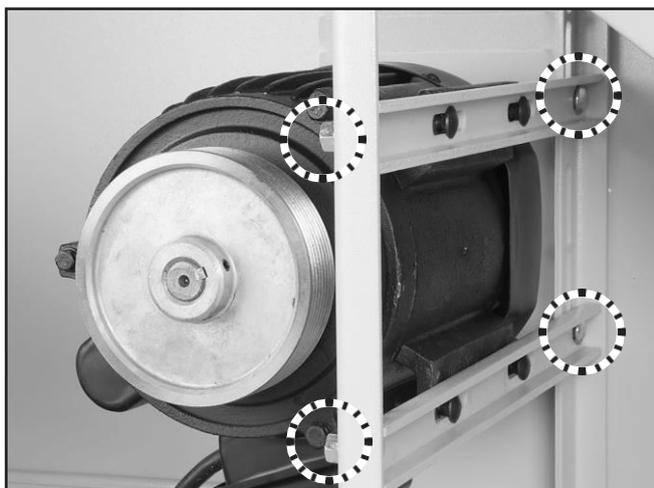

Рисунок 44. Болты каретки крепления двигателя.
2. Ослабьте болты крепления кронштейнов крепления двигателя (см. рисунок 44).